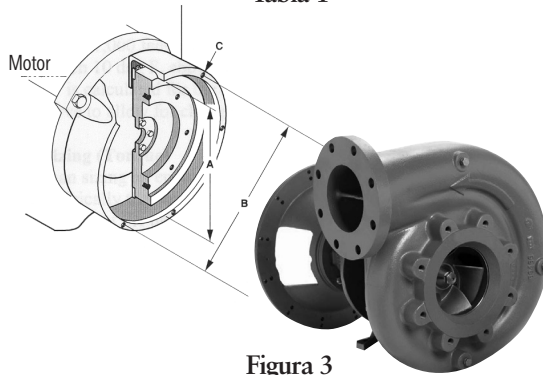

Figura 3
- La Figura 3 muestra la apariencia ahuecada de los volantes fabricados para ser utilizados en montajes de despegue propulsados con embragues de sobrecenro.
- Dichos volantes poseerán un orificio empotrado mecanizado en la superficie, y un conjunto de agujeros de colada, que serán utilizados para conectar el acoplamiento al volante. Las dimensiones se encuentran determinadas por el estándar SAE y se detallan en las Tabla 1A y 1B, Figura 3. El "tamaño del embrague" que se muestra en la tabla es el diámetro nominal del recubrimiento del embrague para Embragues de sobrecenro con anillo de accionamiento.